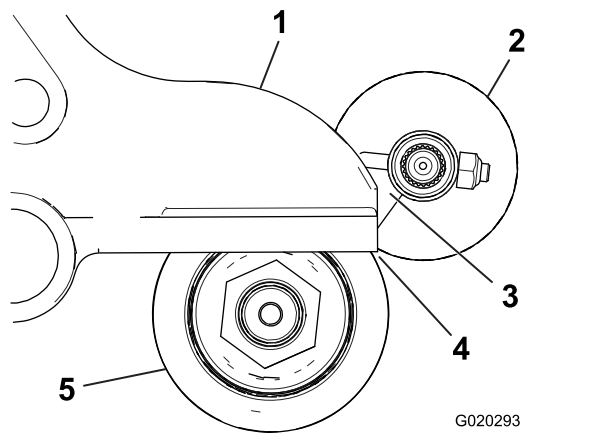

図 11
2. ローラブラシが、後ローラに軽く接触するローラに軽く載った状態になるようにローラブラシの位置を決める 図 11。